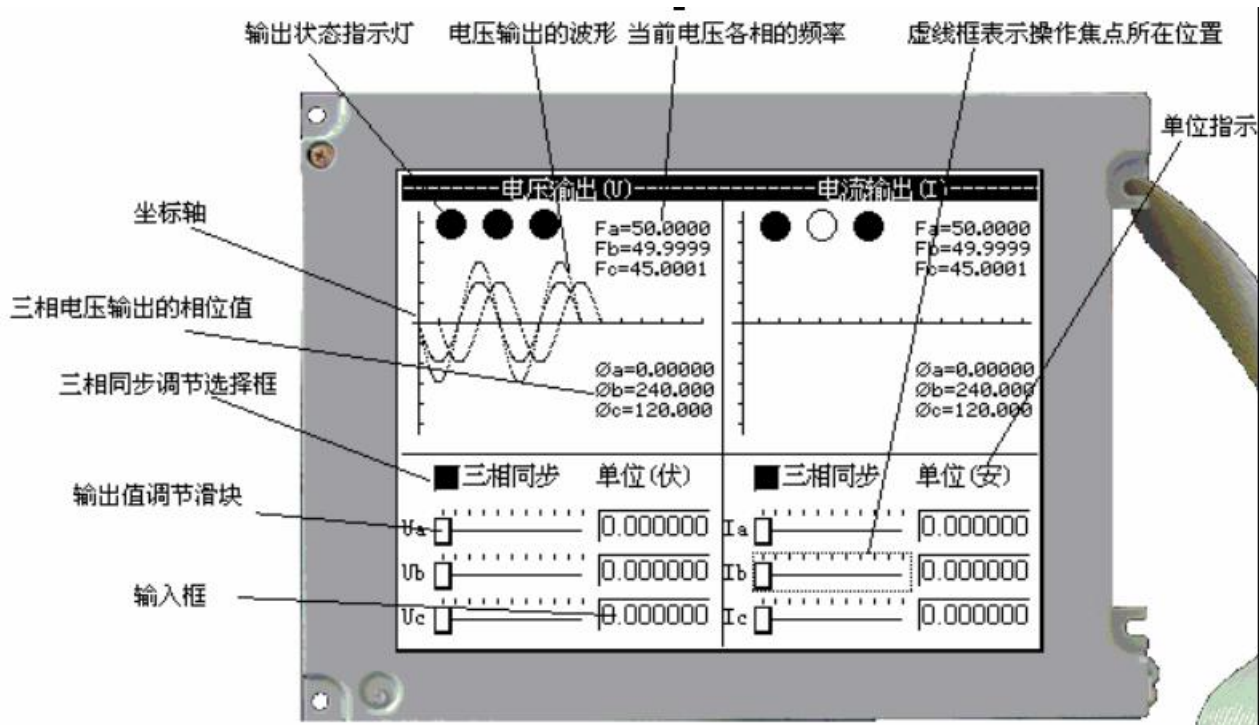

图 2 电压电流界面示意图
电压电流界面分成两大部分，左边是有关电压输出状态的信息，右边是电流的输出状态信息，两个部分又各自分成两部分，上半部显示当前输出相的波形以及当前输出的频率和相位信息，下半部分是操作区，可以在这里对当前输出状态进行设定、修改等操作。电压电流界面示图见图 2。
1) 界面元素说明：（以下名称所指对象请参见图 2）